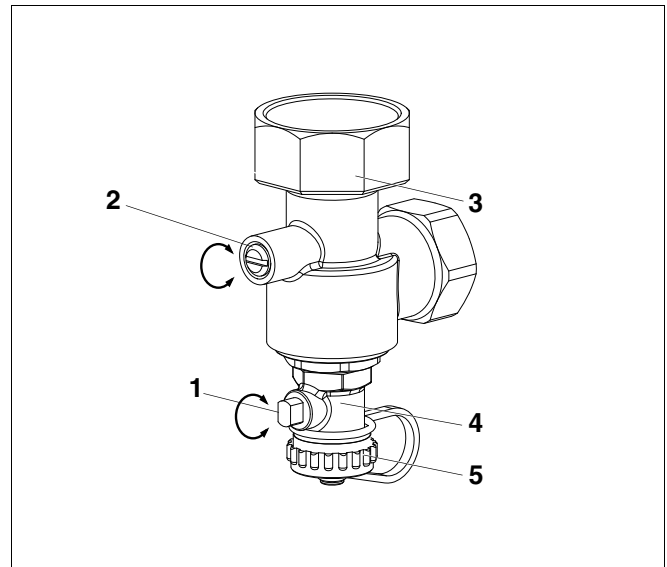

Fig. 15 Válvula de retención angular
- ▶ Sitúe la ranura del tornillo de ajuste (fig. 15, [2]) de la válvula de retención angular en posición vertical (siempre abierta).
- ▶ Desatornille la tapa (fig. 15, [5]) de la válvula de llenado (fig. 15, [4]), enrosque la manguera de llenado y sitúe la manilla (fig. 15, [1]) de la válvula de llenado en posición vertical (abrir).
- ▶ Llène lentamente la instalación con la válvula de llenado (fig. 15, [4]) durante aproximadamente 1/2 minuto.
- ▶ Sitúe la ranura del tornillo de ajuste (fig. 15, [2]) de la válvula de retención angular en posición horizontal (estado de funcionamiento).
- ▶ Continúe llenando la instalación mediante la válvula de llenado (fig. 15, [4]).